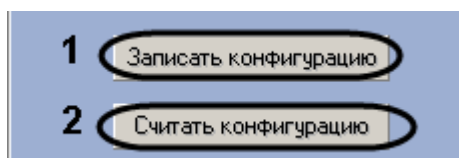

Рис. 3.7—1 Пересылка конфигурации датчика
1. Перейти на панель настроек объекта, соответствующего датчику (Рис. 3.7—1).
2. Для пересылки конфигурации датчику нажать на кнопку **Записать конфигурацию** (см. Рис. 3.7—1, **1**). Параметры будут переданы на устройство.
3. Для считывания параметров, установленных на устройстве, нажать на кнопку **Считать конфигурацию** (см. Рис. 3.7—1, **2**). Объектам ПК *Интеллект* будут установлены параметры, соответствующие параметрам устройства.